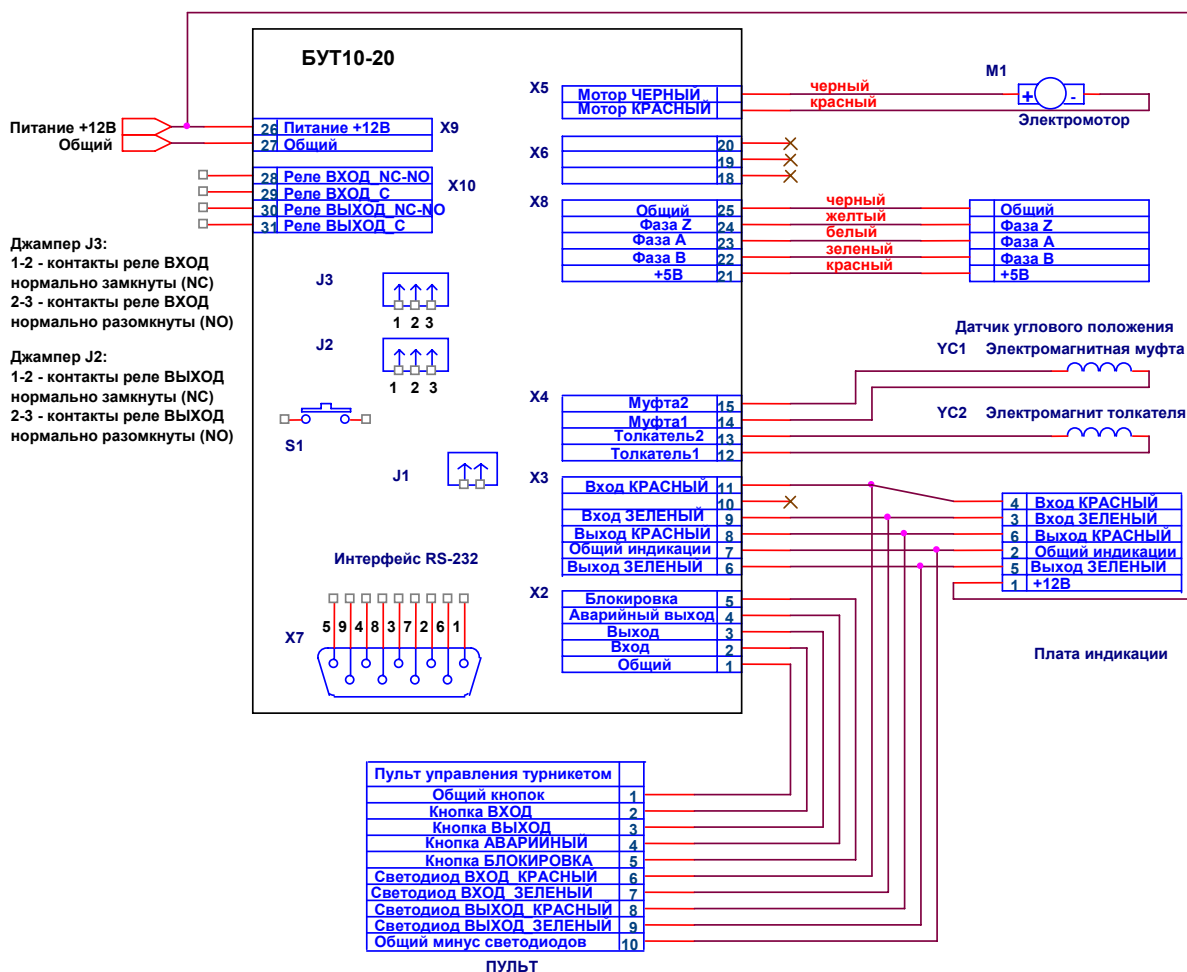

Рис. 5
5.3 Устройство «Антипаника» (см. рис.5) состоит из каркаса 19 с закрепленным на нем электромагнитом 20, толкателя 21, якоря 22 и пружин 23 и 24. Толкатель представляет собой П-образную рамку, состоящую из двух направляющих и упора. Направляющие толкателя проходят через отверстия каркаса и якоря, обеспечивая, тем самым, возможность поступательного перемещения толкателя и якоря относительно электромагнита и друг относительно друга. Необходимые динамические характеристики относительного движения обеспечиваются возвратными и компенсирующими пружинами. Диапазоны перемещений толкателя относительно каркаса и якоря относительно толкателя ограничиваются упорными шайбами.
5.4 Блок управления представляет собой плату, которая с помощью монтажных стоек крепится к внутреннему каркасу центральной секции. Подключение привода турникета, устройства индикации, пульта дистанционного управления и источника питания к блоку управления производится с помощью кабелей в соответствии со схемой подключения (см. рис.5).
6) Подключить кабели питания и ПДУ к ПУ турникета в соответствии с Рис.5, заземлить корпус турникета. Заземление корпуса турникета производится в соответствии с требованиями ПУЭ («Правил устройства электроустановок с напряжением до 1000 В»).
7) Подключить кабель СКУД к ПУ турникета в соответствии с Рис.5.